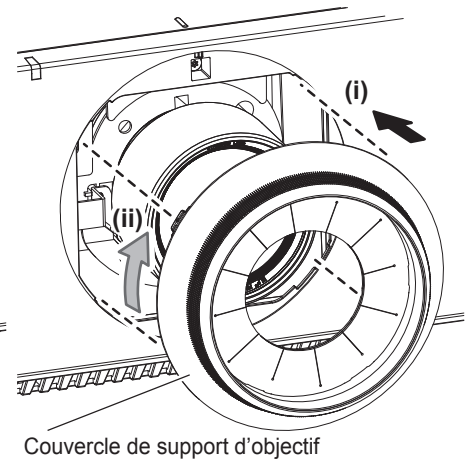

Fig. 3
- 3) Fixez le couvercle de support d'objectif. (Fig. 3)